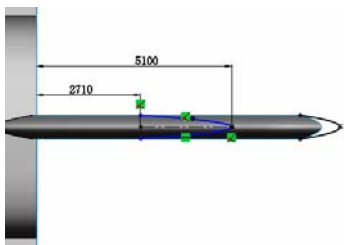
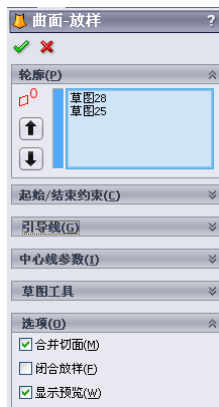

图 8-52 绘制的草图
图 8-53 “曲面-放样”属性管理器
⑩ 绘制草图。单击“草图”工具栏中的“样条曲线”图标按钮, 绘制如图 8-52 所示的样条曲线并标注尺寸, 然后退出草图绘制状态。
⑪ 放样曲面。单击“曲面”工具栏中的“放样曲面”图标按钮, 此时系统弹出如图 8-53 所示的“曲面-放样”属性管理器。在“轮廓”一栏中, 用鼠标依次选择图 8-51 绘制的草图和图 8-52 绘制的草图。单击属性管理器中的“确定”图标按钮, 生成放样曲面。